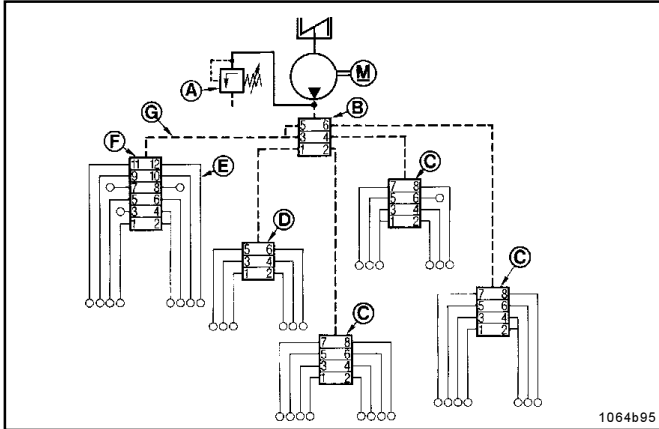

Abb.15: Beispiel einer Schmieranlage
- Hauptverteiler (B, Abb. 15) und Unterverteiler sind durch einen Hochdruckkunststoffschlauch G miteinander verbunden. Dadurch ergibt sich zwangsläufig eine Verkettung der, der Pumpe nachgeschalteten Progressiv - Anlage.